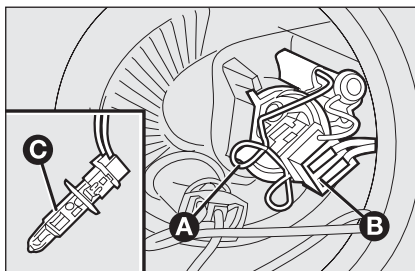

fig. 22
- décrocher l'agrafe de retenue de l'ampoule **A-fig. 22**;